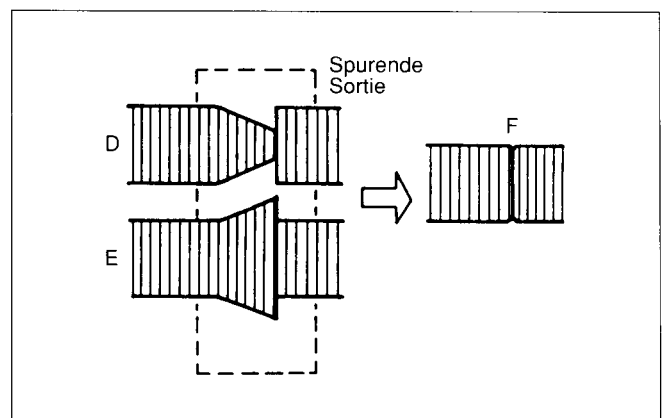

Fig. 50
- Wenn die Hüllkurve dem Beispiel "D" oder "E" in Fig. 50 gleicht, ist eine Justierung des Bandführungsstiftes P3 (Kopfaustritt) notwendig.
- Den Bandausführungsstift P3 in der gleichen Weise justieren wie P2, so daß die Hüllkurve im Kopfaustritt flach wird, siehe "F" in Fig. 50.
- Si la courbe enveloppe correspond à l'exemple "D" ou "E" de la Fig. 50, un réglage du guide-bande P3 (sortie de têtes) est nécessaire.
- Le guide-bande P3 doit être réglé de la même manière que P2 de sorte que la courbe enveloppe, à la sortie de têtes, soit plate (voir Fig. 50 "F").